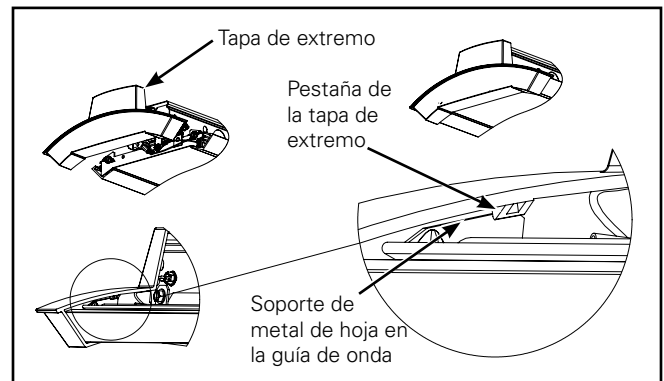

Figura 7.
7. Quite la película protectora de la guía de onda. Retire los tapones del extremo de la caja de piezas, instale el tapón de extremo en la luminaria. Coloque el arnés del cable y el cable de seguridad durante la instalación. Las pestañas de los tapones de extremos deben encajar completamente en el soporte de metal. (Figura 7.)